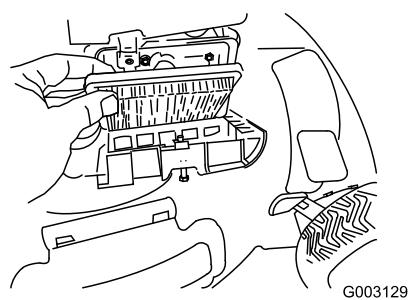

Figure 34
- Remettez le couvercle en place (Figure 34).